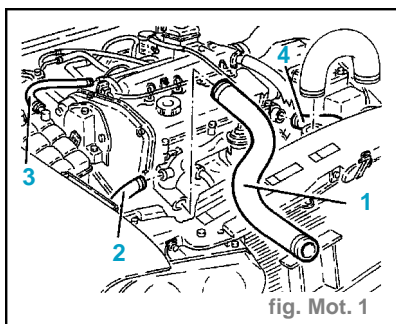

fig. Mot. 1
- Enlever le manchon inférieur (1) de sortie de liquide de refroidissement du radiateur. (fig. Mot. 1)